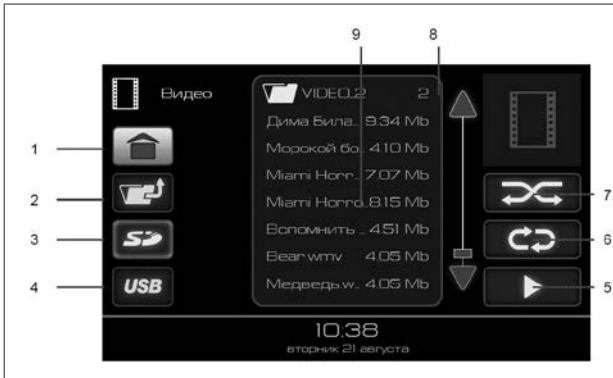
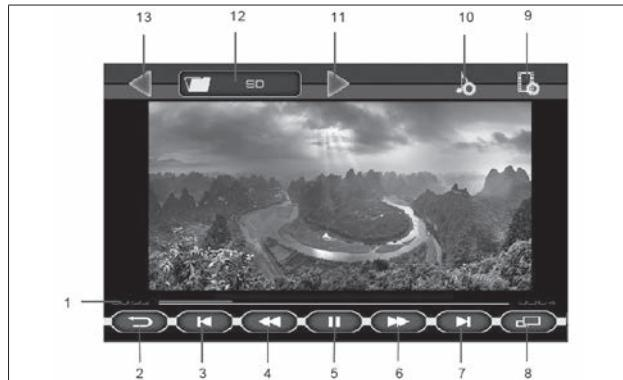

Рис. 6. Окно режима «**ВИДЕО**»
Рис. 7. Окно проигрывания видеофайлов
Доступные для воспроизведения видеофайлы и папки отображаются в списке (9), рис. 7. Двойное нажатие на изображение папки отобразит список видеофайлов в этой папке. Для выхода из папки нужно нажать кнопку 2 (рис. 6).
- либо двойное нажатие на выбранный файл позволяет воспроизвести именно его, при этом доступна функция включения режима повторного воспроизведения выбранного файла (кнопка 6, рис. 6);
- либо нажатие на кнопку воспроизведения файлов (кнопка 6, рис. 6) позволяет воспроизвести все видеофайлы, находящиеся в списке (9) на рис. 6;
- либо выбор папки одиночным нажатием на изображение папки в списке (9) рис. 6, а затем нажатие кнопки воспроизведения файлов (кнопка 5, рис. 6) позволяет воспроизвести все видеофайлы, находящиеся в выбранной папке и ее подпапках.
Для включения полноэкранного режима воспроизведения нажать кнопку **8** (рис. 7) или на изображение.
Если при воспроизведении видеофайла нажать на кнопку **II (5)** (рис. 7), а затем нажать на кнопку возврата (кнопка **2**, рис. 7), то произойдет переход в главное меню и в кнопке **«Видео»** (рис. 2) появляется индикатор паузы. Этот режим позволяет вернуться к воспроизведению видеофайла с того места, где была поставлена пауза.